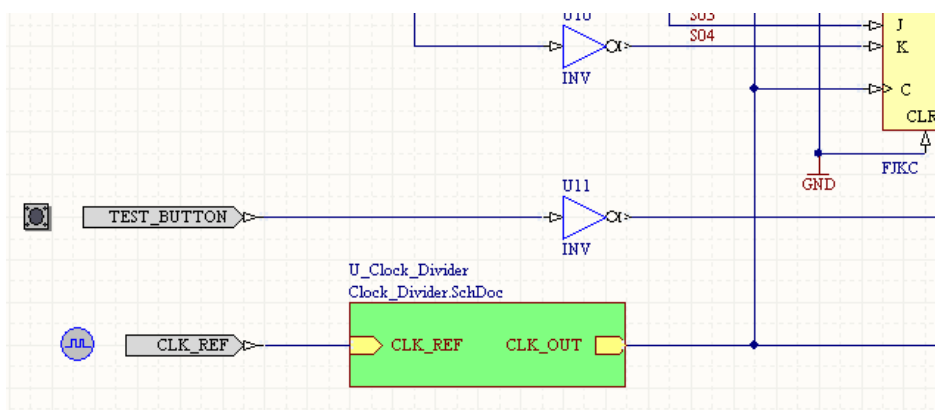

図23 シートシンボルが付された Simple_Counter の回路図。Clock_Divider.SchDoc サブシートが配置され、配線されています。
5. シートシンボルをメインの回路内、CLK_REF ポートコンポーネントの隣に接続します (図 23)。